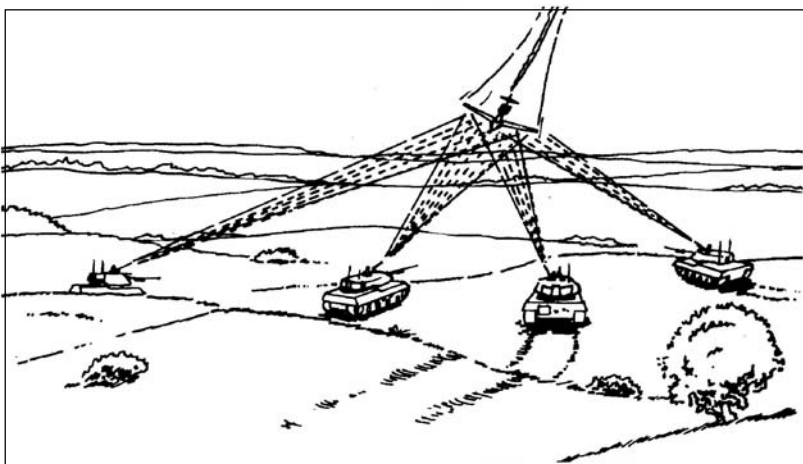
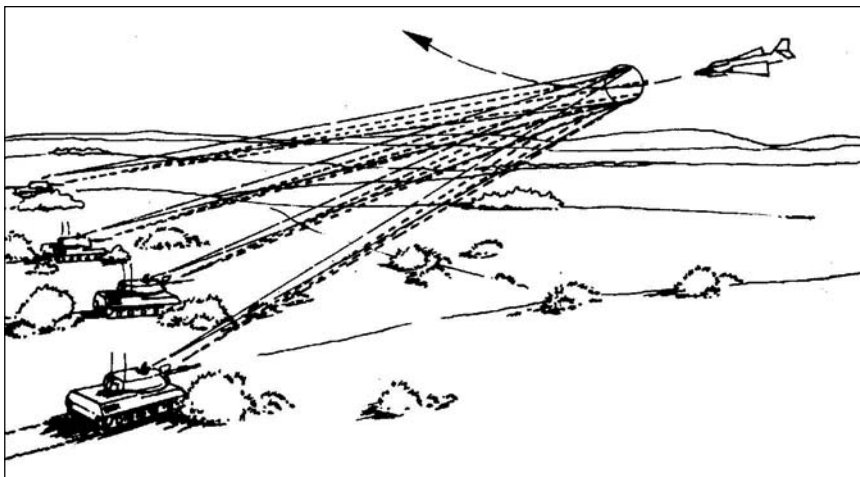

Fig 9-6. Emprego da metralhadora antiaérea
Fig 9-7. Emprego da Mtr antiaérea
(1) Tiro sobre aviões - O engajamento de aviões, que se preparam para executar ou executam um ataque, será feito com a metralhadora coaxial, operada pelo auxiliar do atirador. O ponto de mira varia de acordo com a apresentação do objetivo. O tiro contra aviões que realizam um ataque frontal (Fig 9-6) ou lateral (Fig 9-7) não visa atingir o avião propriamente dito, mas sim, tem por finalidade criar uma cortina de fogo sobre o eixo de ataque onde o avião deverá passar.
(2) Tiro sobre helicópteros